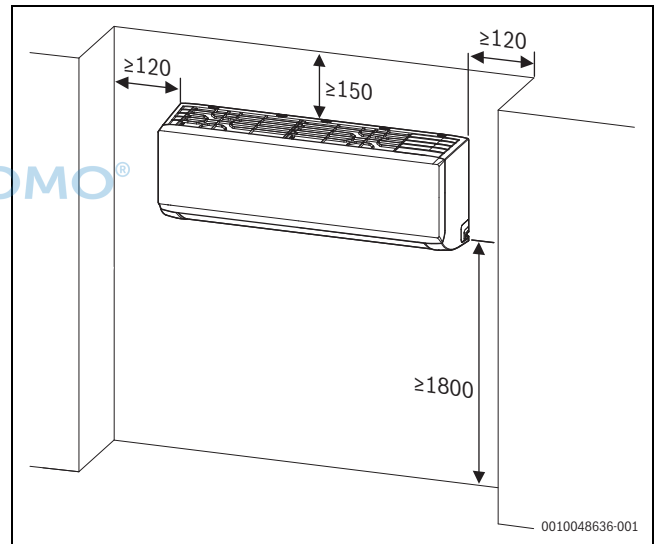
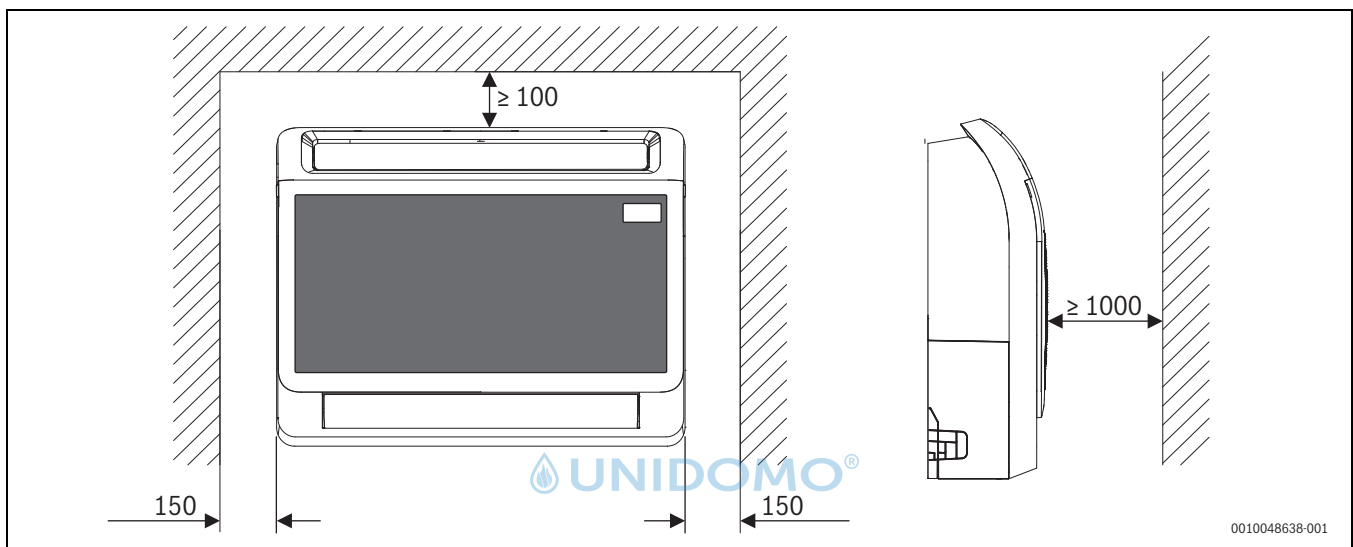
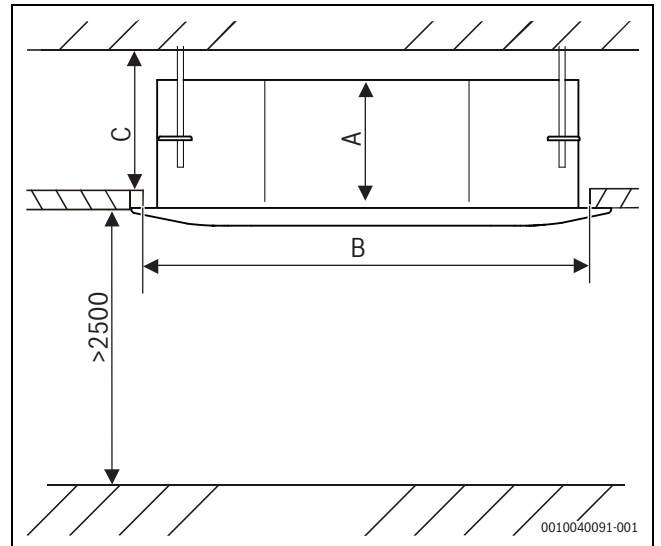
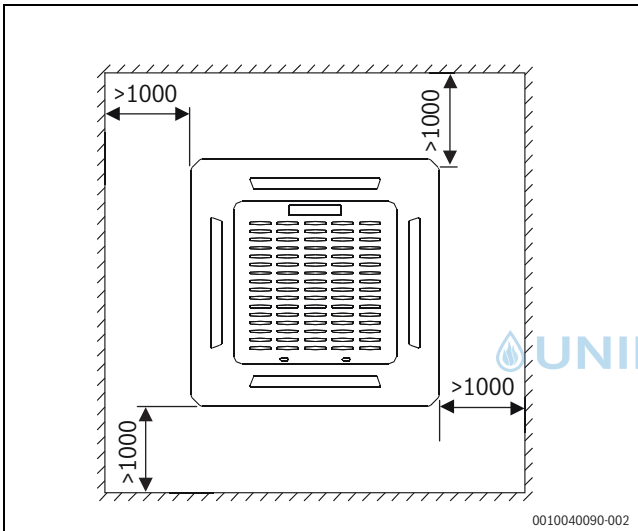

Bild 3 Mindestabstände Inneneinheit (Wandinstallation)
Bild 5 Mindestabstände Inneneinheit (Konsole) (Maße in mm)
Bild 8 Mindestabstände montierte Inneneinheit zur Innendecke (Deckeninstallation) (Maße in mm)
Bild 7 Mindestabstände Inneneinheit (Deckenkassette) (Maße in mm)
- Die Mindestabstände zu Wänden und anderen Hindernissen müssen berücksichtigt werden (→ Bild 3, Bild 5, Bild 7 und Bild 8).